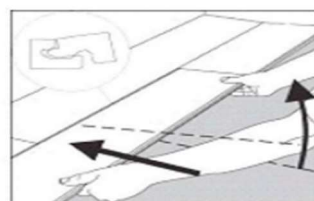

Figura 3
19. Sitúe la siguiente tabla en su lugar al inclinarla ligeramente hacia arriba, empujando hacia adelante y entrelazando el click lateral. (Figura 3) Deslice la placa según sea necesario para alinear los bordes de la unión final.